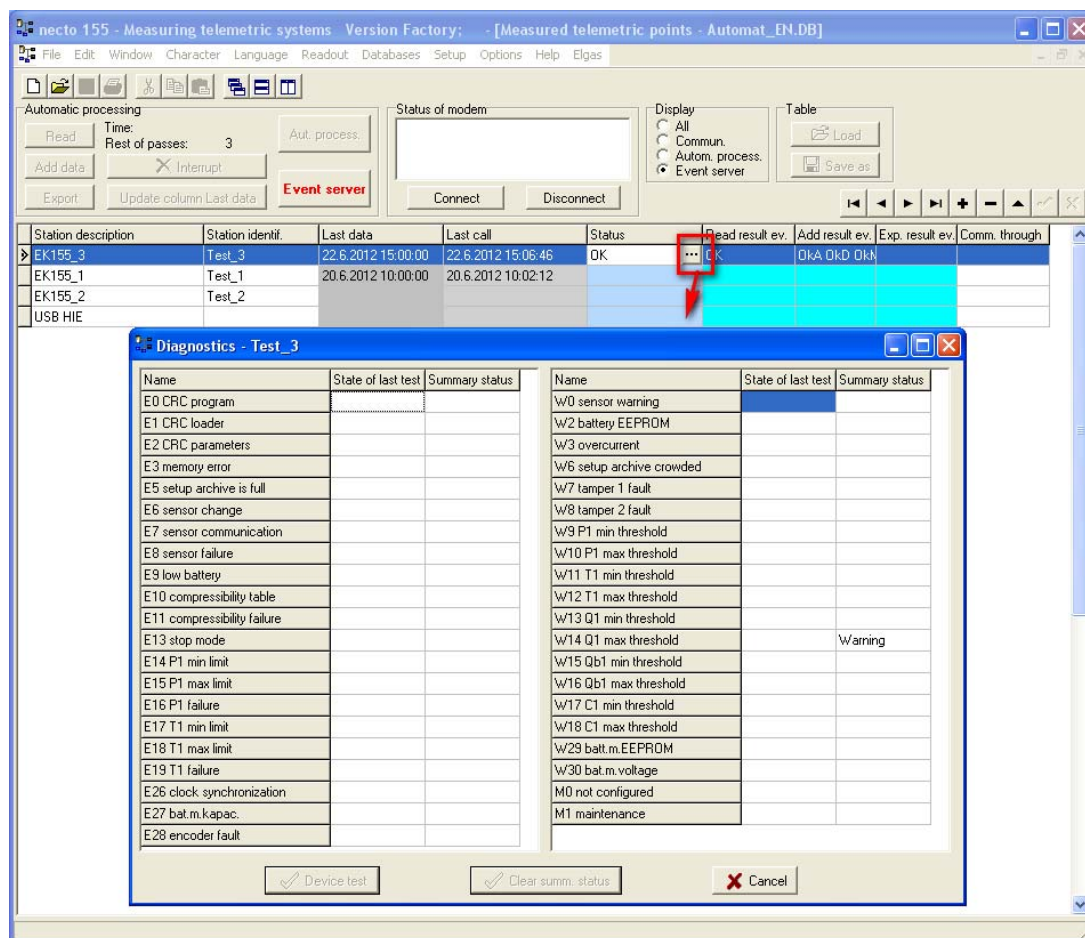

Fig. 70 Informazioni sulla diagnostica del dispositivo letto
- È facilmente determinato dalle tabelle Measured Telemetric Points (nella parte del server Events) mediante l'apertura della finestra contenente la lettura diagnostica dal dispositivo. Cliccando sul campo **Status** sulla riga che identifica il dispositivo, con un secondo clic sulla parte destra del campo sono visualizzati tre punti e con un altro clic si apre la finestra della diagnostica – vedere Fig. 70 Informazioni sulla diagnostica del dispositivo letto